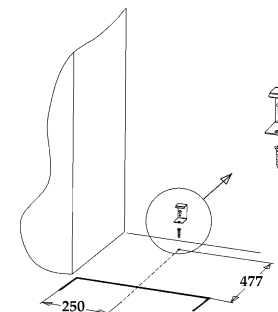

Рис.2 Разметка пола для установки предохранительного кронштейна
- установить плиту на рабочее место, отметить на полу линию передней стеньки и габариты по ширине, как показано на рис. 2;